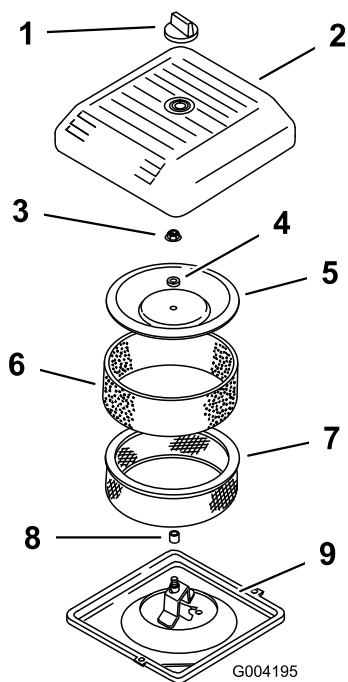

Figura 155
3. Răsucii butonul și scoateți capacul filtrului de aer (Figura 155).
- Glisai cu grijă prefiltrul din spumă de pe elementul din hârtie (Figura 155).
- Deurubai piulia capacului și îndepărtați capacul, distanțierul și filtrul din hârtie (Figura 155).